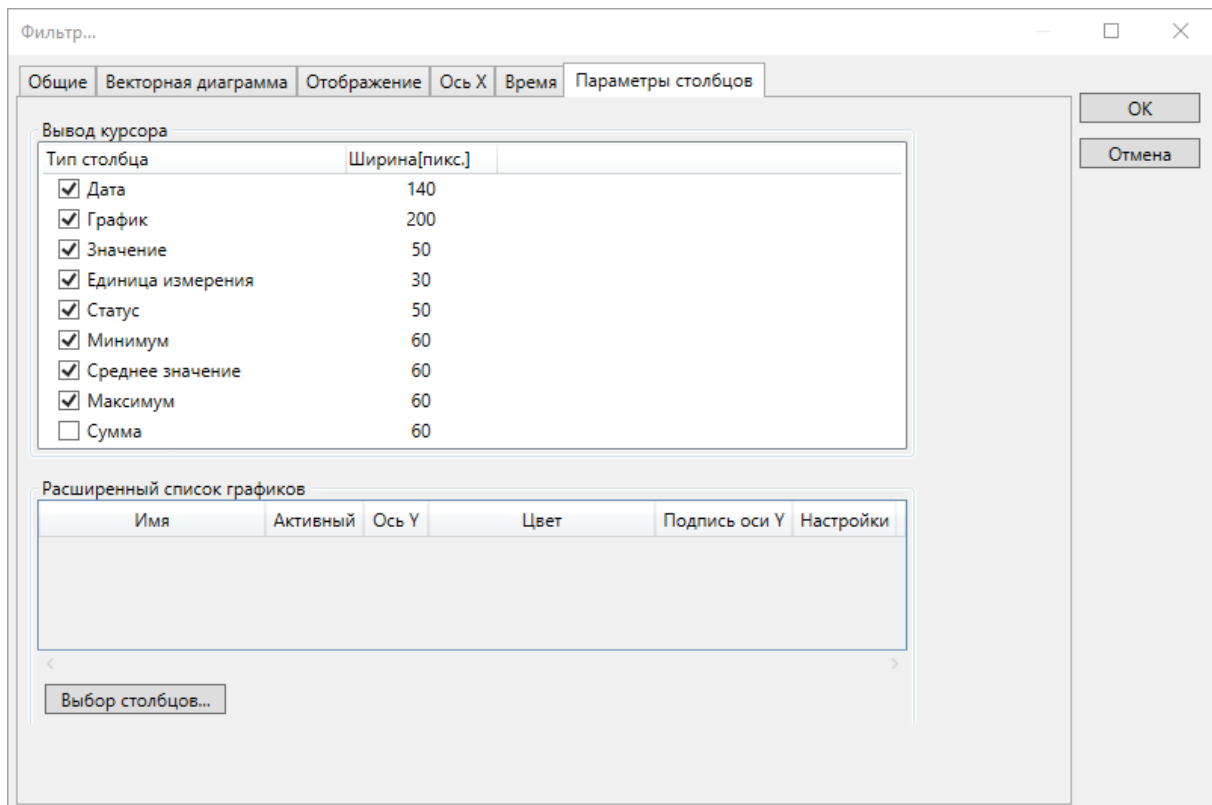

Рисунок 371 – Фильтр трендов. Параметры столбцов
– **Параметры столбцов** (рисунок 371). Набор полей таблицы значений сигналов, соответствующих положению маркера трендов. Перечень и параметры раздела **Параметры столбцов** фильтра трендов приведены в таблице 270;